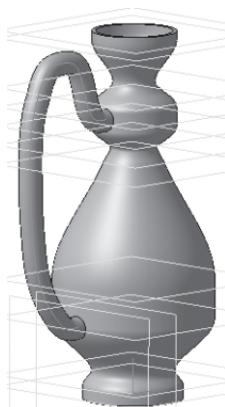

Рис. 274
- – создайте объект (рис. 274).